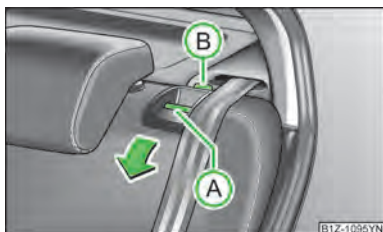

图 95
- 确认红色标识 **B**»图 95，见第 59 页完全嵌入饰框中。